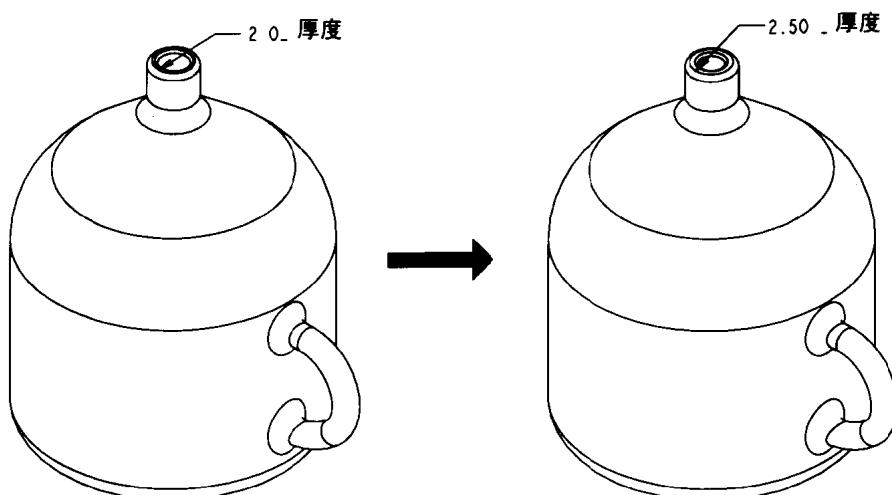

图 1-14
(3) 增加水壶的强度：如图 1-14 所示，我们可修改薄壳壁厚，以增加水壶的强度。